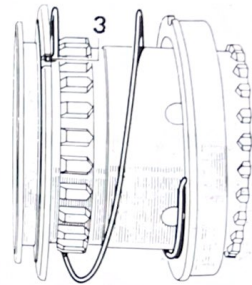
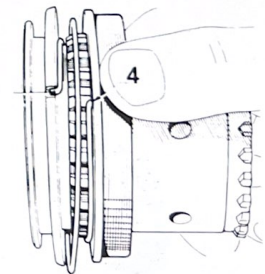

Fig. 3.20. Montaje en el desplazable de Segunda-Tercera, del cono de sincronización de Primera.
Fig. 3.21. Posición correcta del cono de sincronización de la Primera, en el momento de introducirlo sobre los dientes del desplazable de Segunda-Tercera.
Para montar sobre el desplazable de Segunda-Tercera el muelle y cono de sincronización de Primera, se coloca el muelle con su diámetro mayor sobre la garganta para la horquilla del desplazable. A continuación se coloca la espiga del muelle en su muesca de retención (3) (fig. 3.20) y se introduce el cono de sincronización con su mayor diámetro hacia la garganta de la horquilla; se introduce la otra espiga del muelle en el alojamiento del cono y se gira en el sentido de las agujas del reloj, hasta que los dos extremos (3 y 4) del muelle coincidan (fig. 3.21). En esta posición introducir el cono de sincronización sobre los dientes del desplazable hasta que quede alojada en el cono de sincronización.